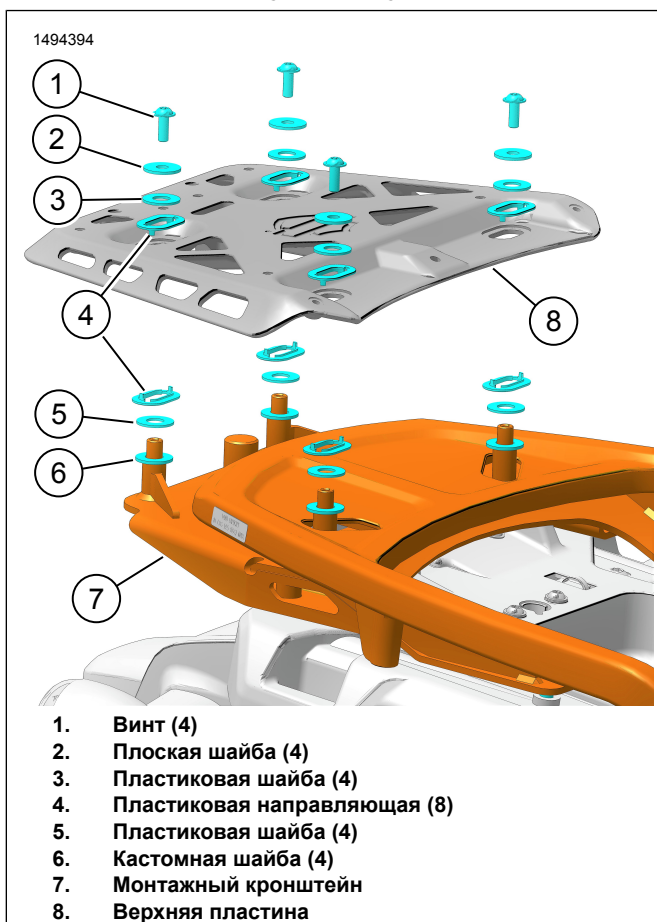

Рисунок 11. Крепеж верхней пластины
- См. рис. 11. Установите верхнюю пластину.
- a. Установите кастомные шайбы (6), пластиковые шайбы (5) и пластиковые направляющие (4) на монтажный кронштейн (7).
- b. Установите верхнюю пластину (8).
- c. Установите пластиковые направляющие (4), пластиковые шайбы (3), плоские шайбы (2) и винты (1).
- d. Затяните винты (1).